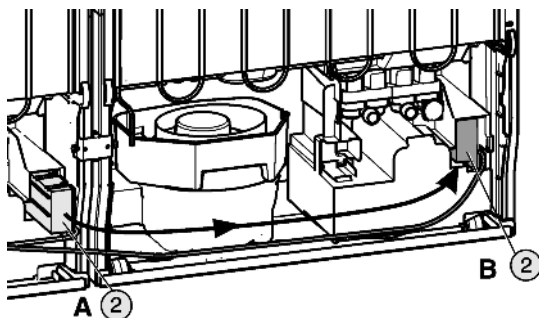

Fig. 11
- ▶ Вытащите модуль связи с шиной Fig. 11 (2) из транспортного положения холодильного устройства A, при этом отожмите боковые защелки вправо и вдвиньте в аналогичные позиции морозильного устройства B до слышимого защелкивания.